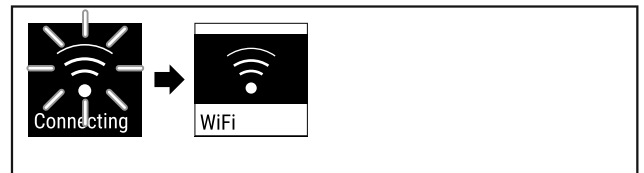

Fig. 76
- ▶ Yhteys muodostetaan (katso Fig. 76) .